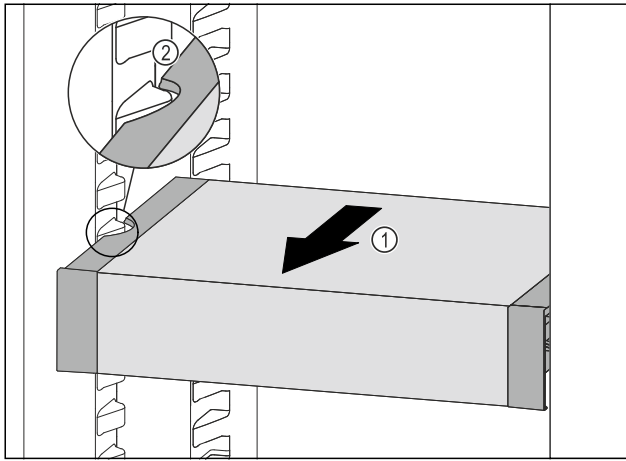

Fig. 121
- ▶ Ladicu VarioSafe vucite prema naprijed Fig. 121 (1) sve dok se bočni otvori ladice VarioSafe ne nađu na visini žlijeba spremnika u hladnjaku. Fig. 121 (2)